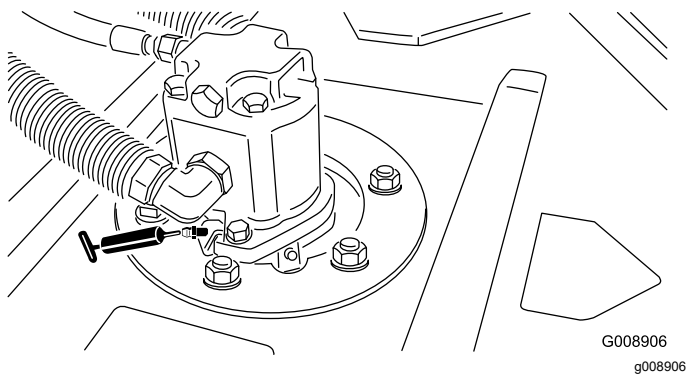

**Figure 48**
- Roulements de rouleau arrière (2 par unité de coupe) – Figure 48